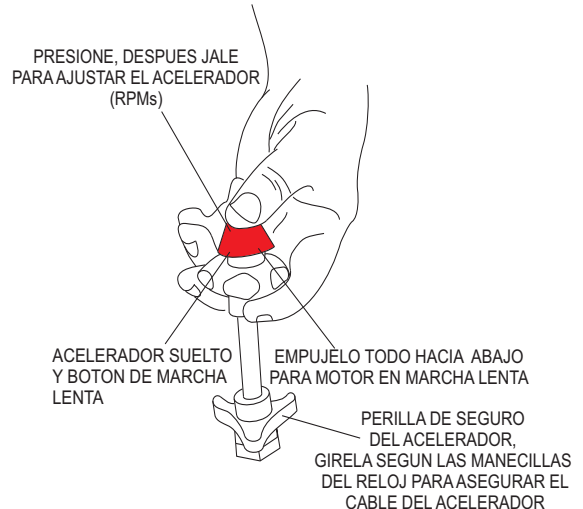

Figura 19. Control del acelerador
6. **PRESIONE** el botón "ROJO" (Figura 19) en el control del acelerador y jale la perilla negra a la mitad. Asegúrese que la perilla de seguridad del acelerado, ha sido desenganchada.